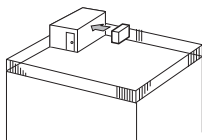

Fig. 2-3
- (1) Vend luftutløpet mot nærmeste tilgjengelig vegg, 35 cm unna veggen. (Fig. 2-3)